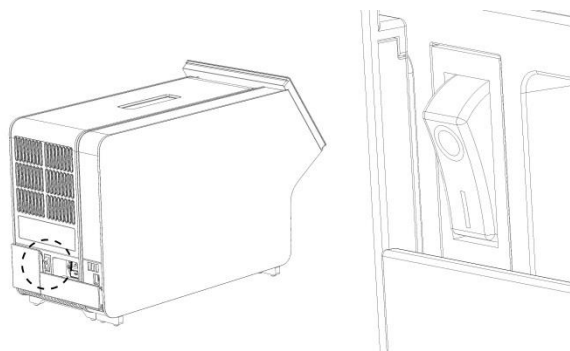

Figura 8. Ubicación del interruptor de alimentación y configuración en la posición "I".
9. Encienda el instrumento pulsando el interruptor de alimentación situado en la parte posterior del módulo analítico en la posición "I" (figura 8). Compruebe que los indicadores de estado del módulo analítico y del módulo operativo sean de color azul.